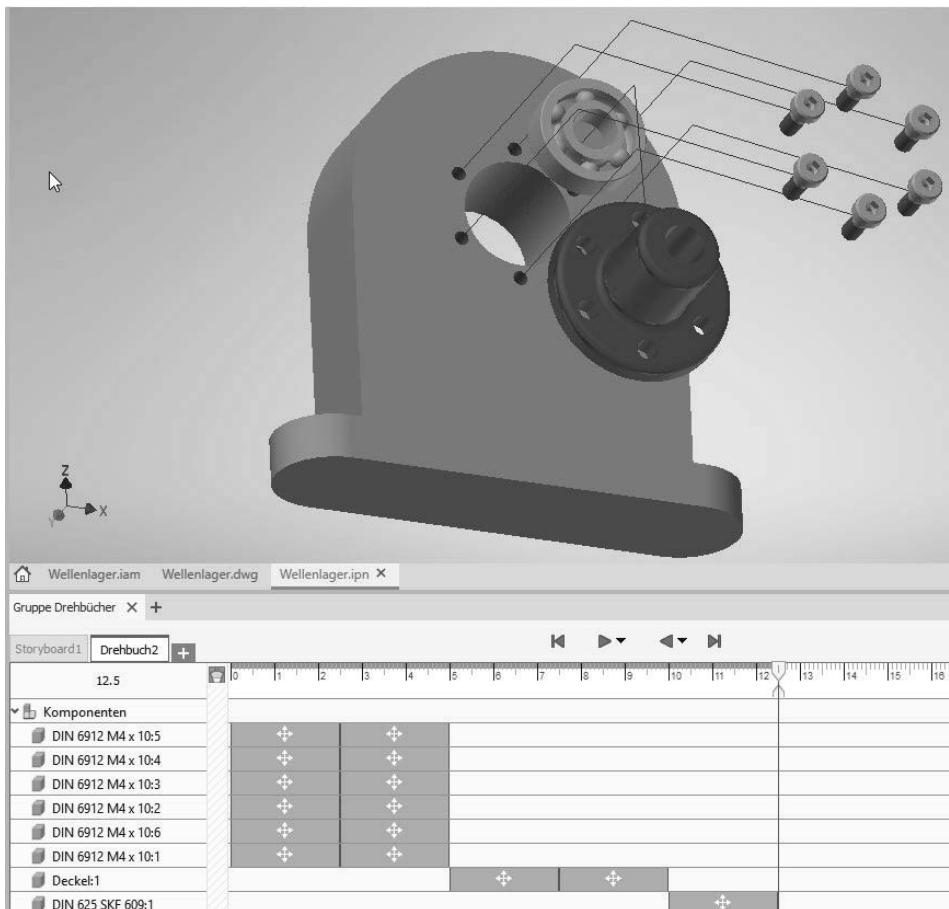
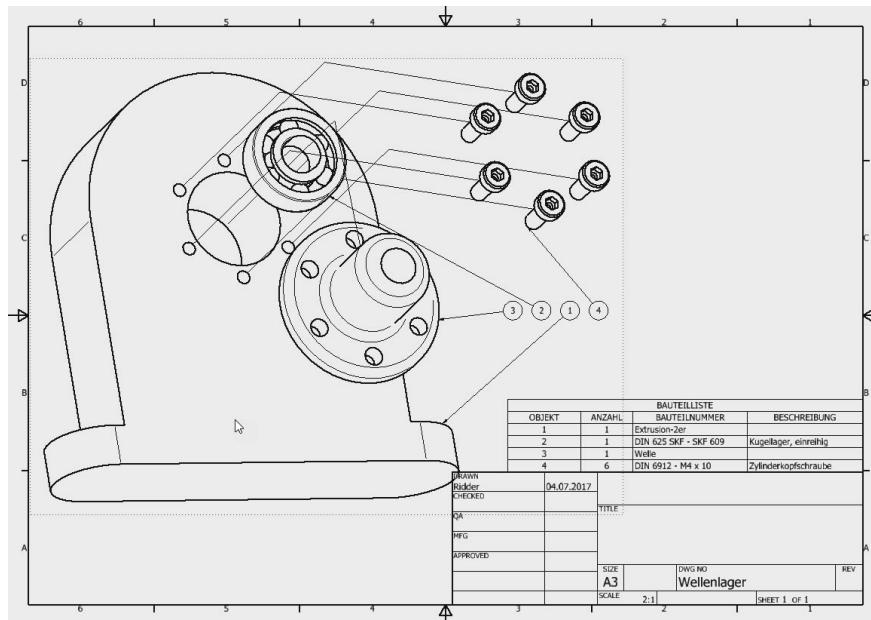

Abb. 1.5: Präsentation mit Animationspfaden und Drehbuch (unten)
Abb. 1.6: Zeichnung der Explosionsansicht mit Positionsnummern und Stückliste
4. Die Explosionsdarstellung entsteht in einer *.ipn-Datei. Die Endung steht für »Inventor-PresentatioN«, kurz IPN (Abbildung 1.5). Auch aus einer Präsentation kann eine Zeichnung erstellt werden (Abbildung 1.6).